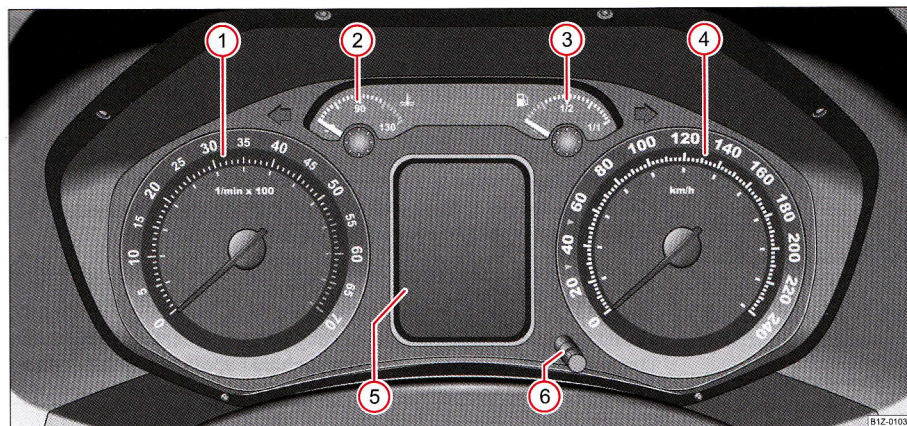
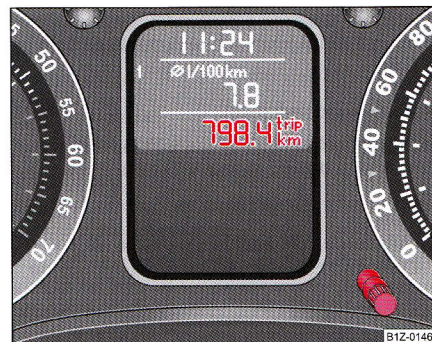

Fig. 2 Tabloul de instrumente
Fig. 3 Display: Contor zilnic pentru distanța parcursă
Începutul zonei roșii a turometrului ① ⇒ pagina 13, fig. 2 reprezintă pentru toate treptele de viteză turația maximă admisă a motorului în regim normal de funcționare. Înainte de atingerea acestei zone trebuie să selectați treapta de viteză imediat superioară sau poziția **D** a cutiei de viteze automate.
Indicatorul temperaturii lichidului de răcire ② ⇒ pagina 13, fig. 2 funcționează numai când contactul motor este pus.
Indicatorul rezervei de carburant ③ ⇒ pagina 13, fig. 2 funcționează numai când contactul motor este pus.
Prin apăsarea scurtă pe butonul de resetare ⑥ ⇒ pagina 13, fig. 2 puteți comuta între contorul km. parcurși zilnic și contorul km. parcurși în total. Pentru a recunoaște care din cele două contoare este afișat pe display, după contorul zilnic apare **trip** ⇒ fig. 3.
- Puneți contactul și apăsați tasta de resetare  ⇒ pagina 13, fig. 2 mai mult de 2 secunde.
Indicatorul intervalelor de service se poate reseta și de la butonul de resetare  ⇒ pagina 13, fig. 2 astfel: